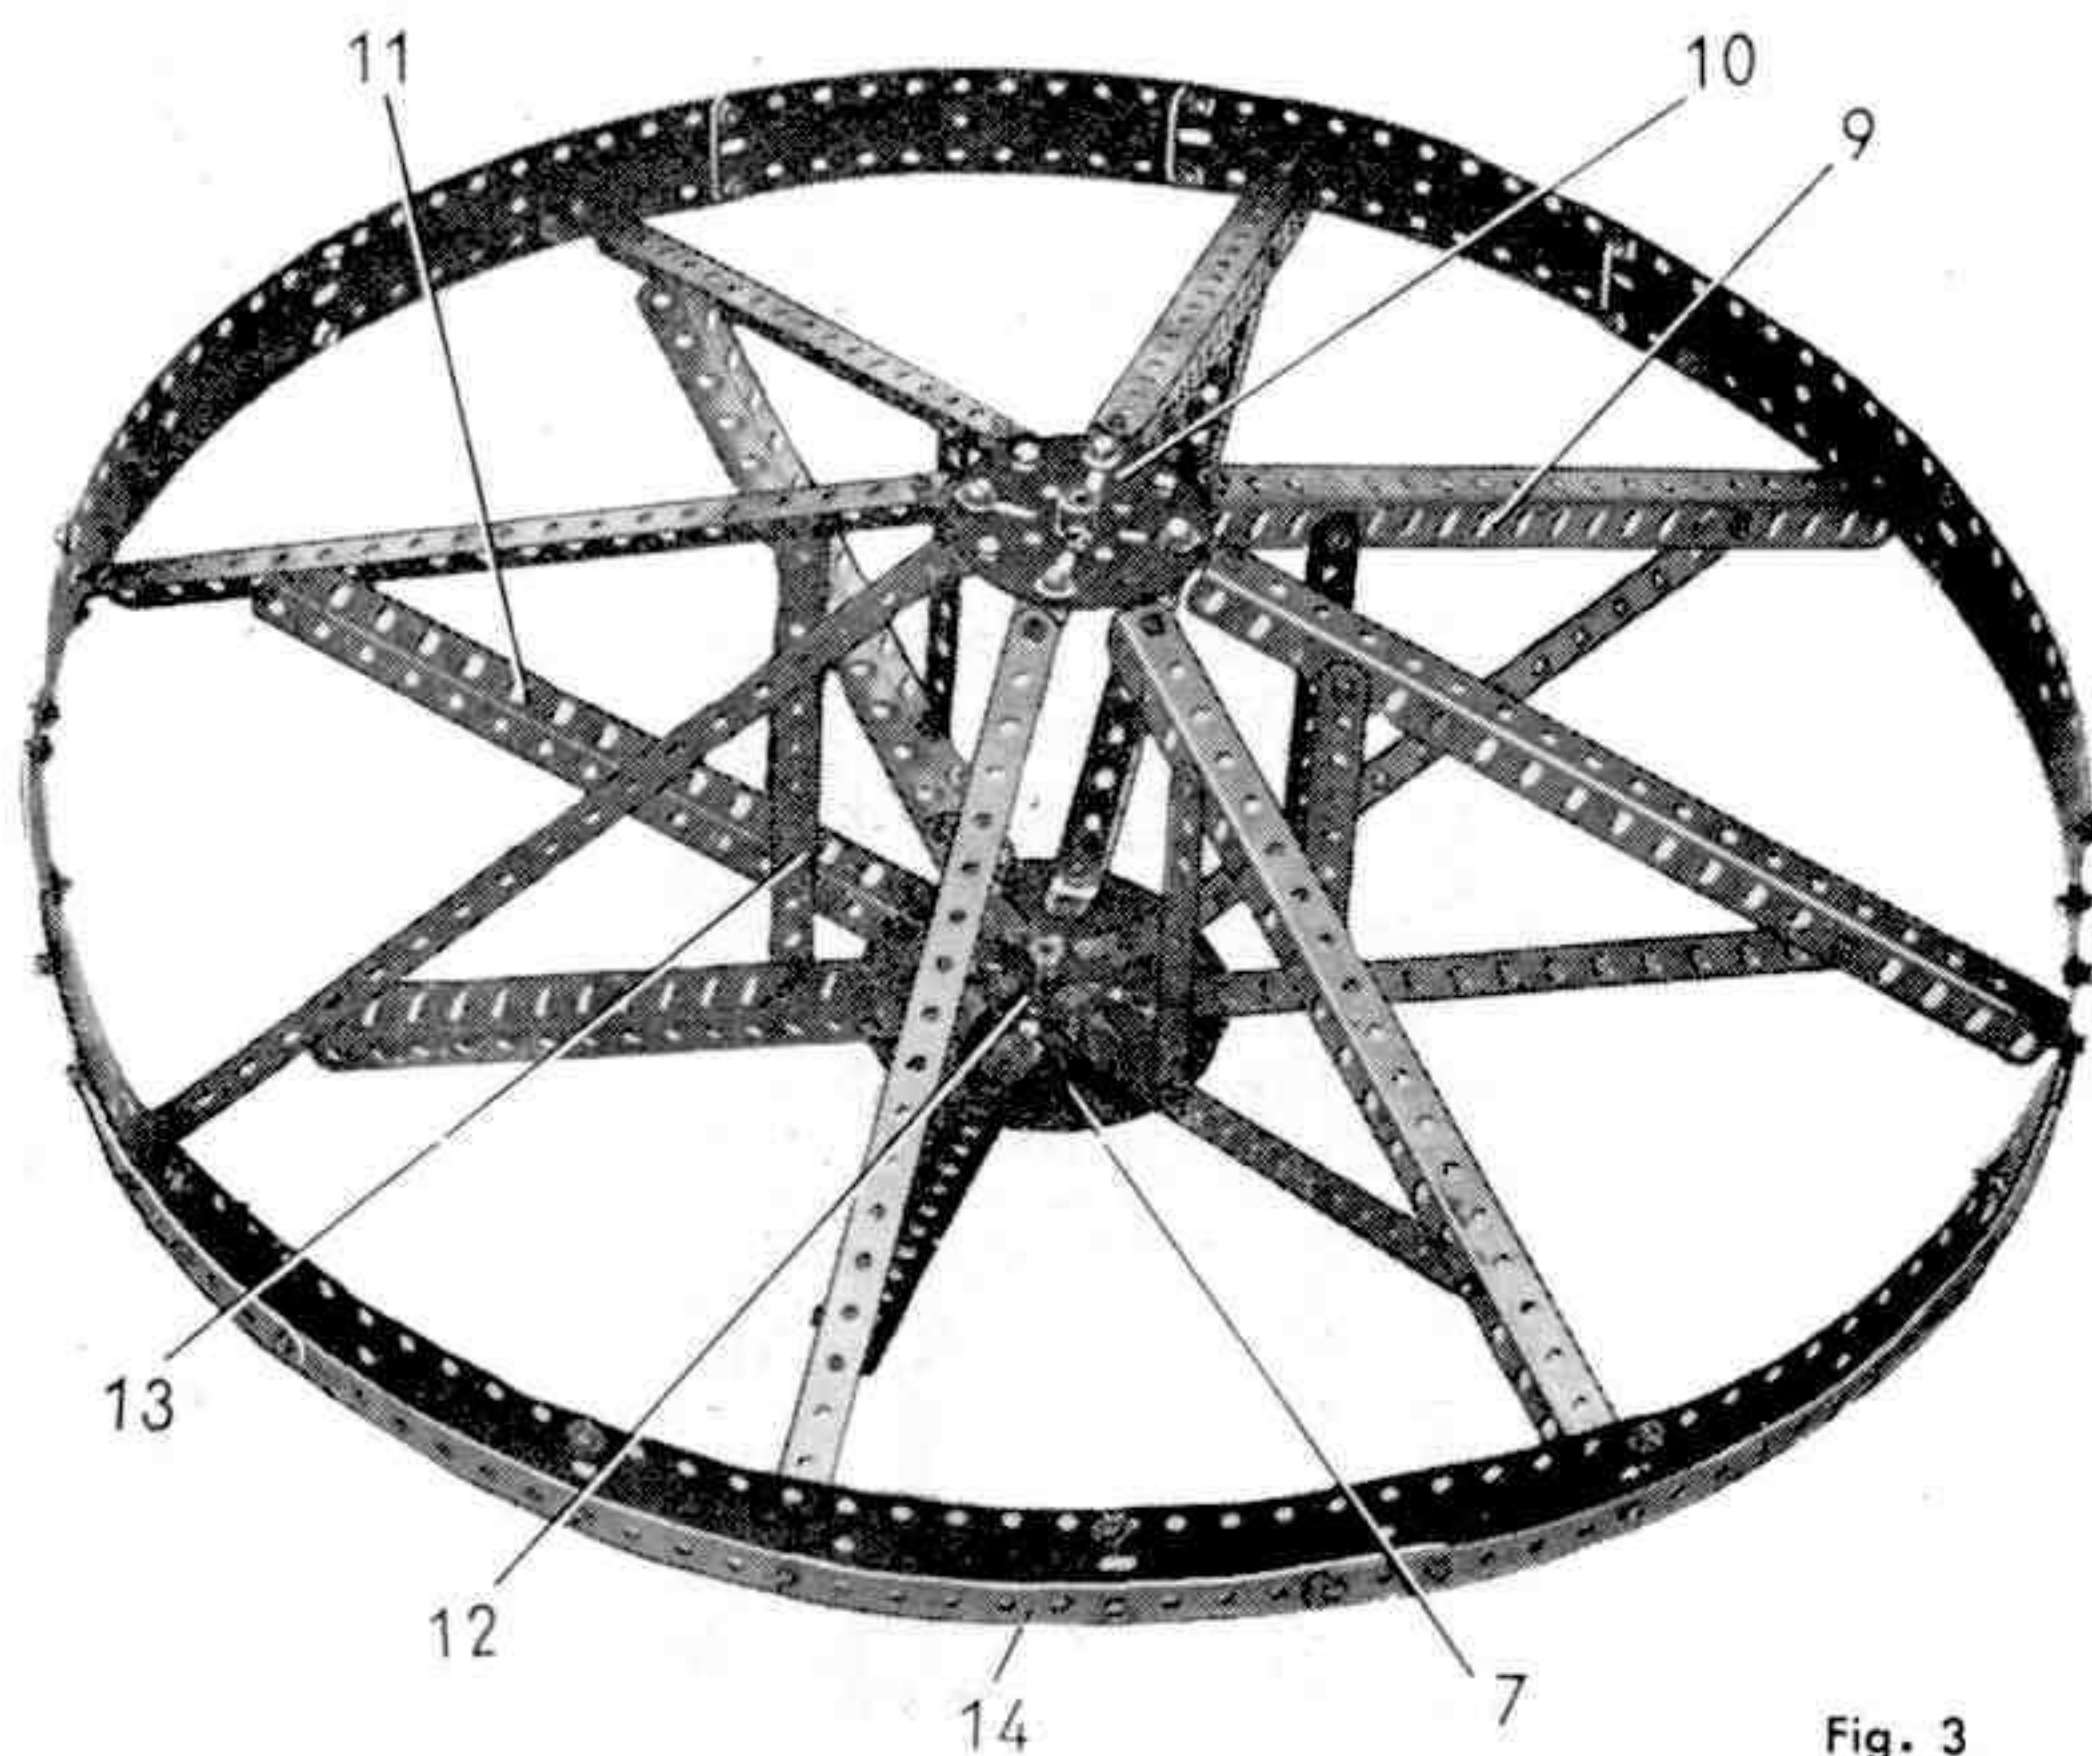

Fig. 3
La construction de la charpente tournante du manège commence par le dôme (fig. 3). Celui-ci s'obtient en disposant huit cornières de 19 trous (9) en étoile autour
Les cornières (11) sont réunies aux cornières (9) comme le montre la figure 3 et l'assemblage est consolidé par des bandes de 9 trous (13). Le pourtour du dôme est formé de 13 plaques flexibles de 14 x 4 cm. assemblées bout à bout pour former une